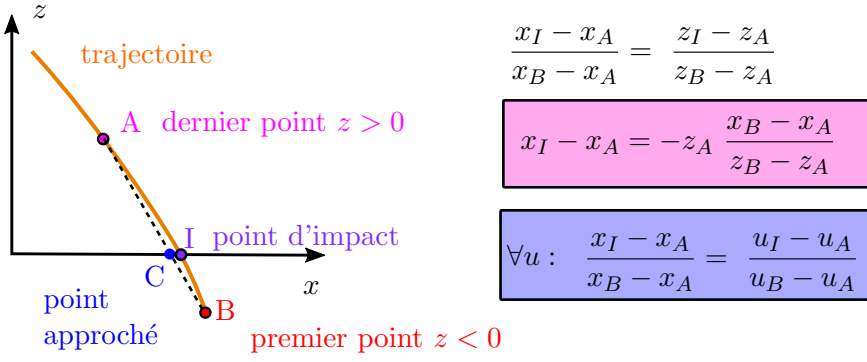

FIGURE 2 – Interpolation linéaire au voisinage de  $z = 0$ .
Pour déterminer le point d'impact, il faut d'abord déterminer le temps pour l'impact,  $t_i$  qui vérifie  $z(t_i) = 0$ . On procède par interpolation linéaire à partir de la solution numérique, au voisinage de  $z = 0$ . On peut se référer à la figure 2 pour la démarche et les relations utiles.
- On pourrait utiliser une méthode d'interpolation `interp1d` présente dans le module `scipy.interpolate`, mais finalement c'est plus simple ici d'utiliser la méthode décrite dans la figure 2. Pour trouver les valeurs à l'impact il suffit alors de remplacer  $u$  par  $\theta, v_x, v_z$ .